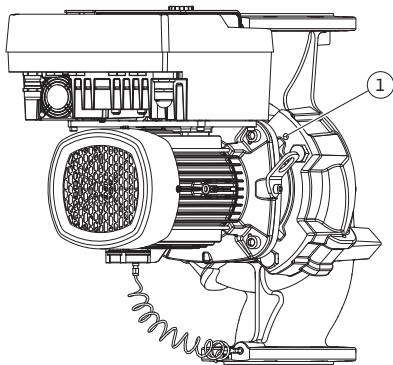

Fig. 104: Abdrücken des Einstecksatzes über Gewindebohrungen
12. Für Pumpentyp (Fig. III, IV) die Schrauben Pos. 29 lösen. Die daneben liegenden zwei Gewindebohrungen (Fig. 104, Pos. 1) nutzen und geeignete bauseits bereitgestellte Schrauben (z. B. M10 x 25 mm) verwenden. Einstecksatz vom Pumpengehäuse abdrücken.